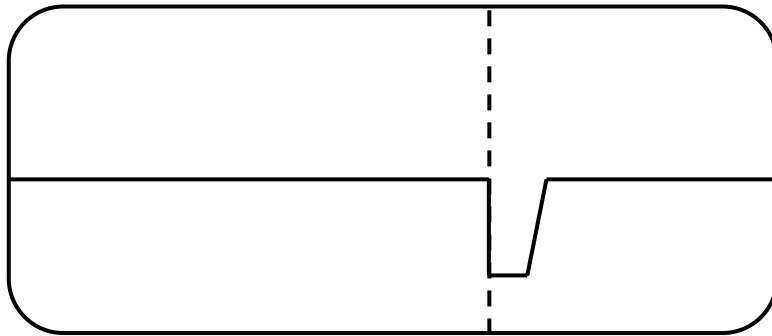

Figura. 1
- (5) Inspeccionar la señal por si hubiera un pulso erróneo y reducir a la mínima distancia cuando el pulso erróneo es claramente visible.
- (6) Cambiar al modo de localización y utilizar las teclas del cursor para posicionarlo al comienzo del punto de ruptura del pulso erróneo, por ejemplo la señal que aparece en la Figura 1
- (7) La distancia hasta el fallo puede ser leída directamente por el valor del cursor, que está situado en la parte central abajo en la pantalla LSD. Esta medida puede ser en metros o en pies dependiendo del parámetro seleccionado.
- (1) Cortos entre dos conductores de un par de cables. La imagen tiene el pulso de polaridad descendente que aparece en la Figura 1.
- (2) Cortos de funda/vaina son causados cuando un conductor en un cable hace contacto con la funda metálica del cable. Para localizar un corto de funda-vaina primero desconectar la vaina del tierra, conectar un terminal a la funda y el otro al conductor.
- (3) Cruces ocurren cuando los conductores en pares diferentes son cruzados en una caja de cruce. Cruces producen formas de ola similares a las de los cortos, pero con amplitudes reducidas. Cruces pueden ser encontrados con el tester conectado a un par, pero un fallo de pulso mucho más claro se obtiene si se conecta a conductores cruzados.